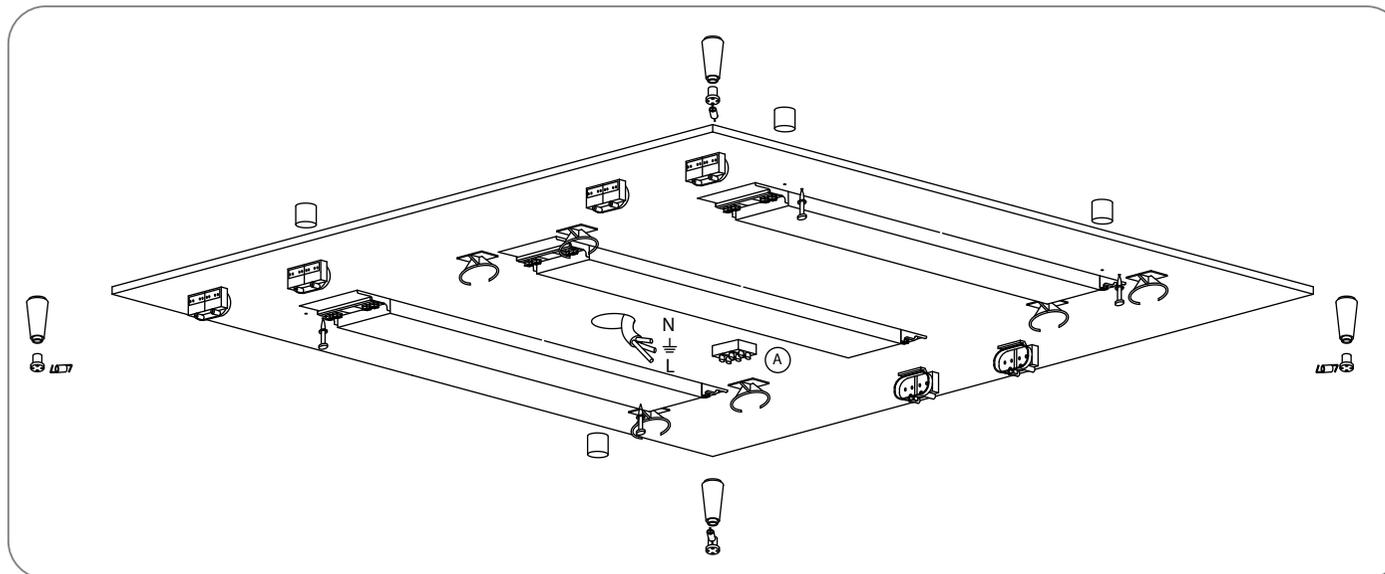

Fig.2
3. Mettre les douilles C a l'aide de chevilles et de tire-fonds fig 2 EN RESPECTANT les mesures indiquées dans la fig 3. NOTE: Utiliser le gabarit pour le calcul des separations des douilles (en prenant soin de bien la placer contre le bord de la plaque fig 3). Ces mesures sont TRES IMPORTANTES pour bien placer la toile.
3. Colocar los conos C mediante tacos y tirafondos, como indica la fig 2 y RESPETANDO las medidas que indica la fig 3. NOTA: Utilizar la plantilla para el cálculo de las distancias de los conos, teniendo cuidado de hacer bien tope en el borde de la placa (fig 3). Estas medidas son MUY IMPORTANTES para que la tela quede correctamente colocada.